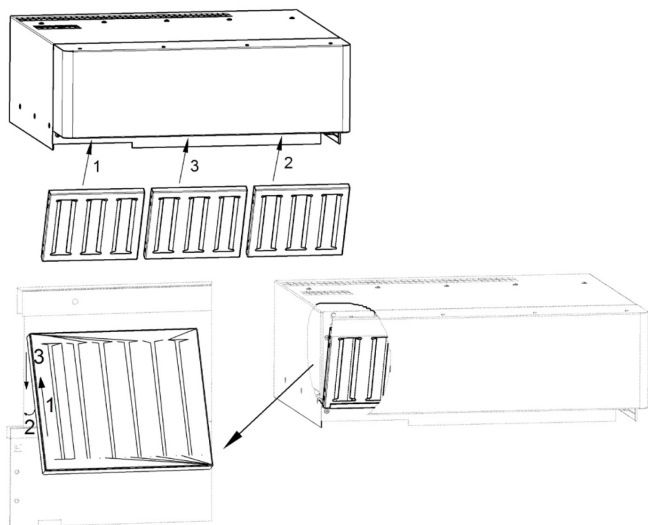

Figure 5 : Filtres à graisse dans une hotte 623
- La procédure pour l'installation des filtres dans une hotte 623 est la même que celle décrite ci-dessus (voir fig. 5)